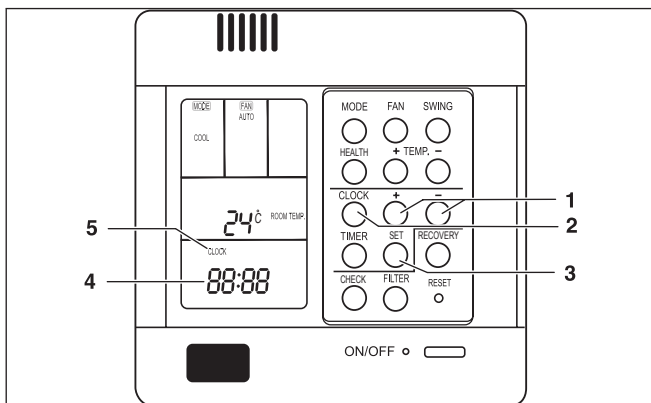

Abb. 5.1 Einstellung der Uhr.
- Benutzen Sie das verdrahtete Steuerelement zum Einstellen der Uhr des Geräts, siehe Abbildung 5.1